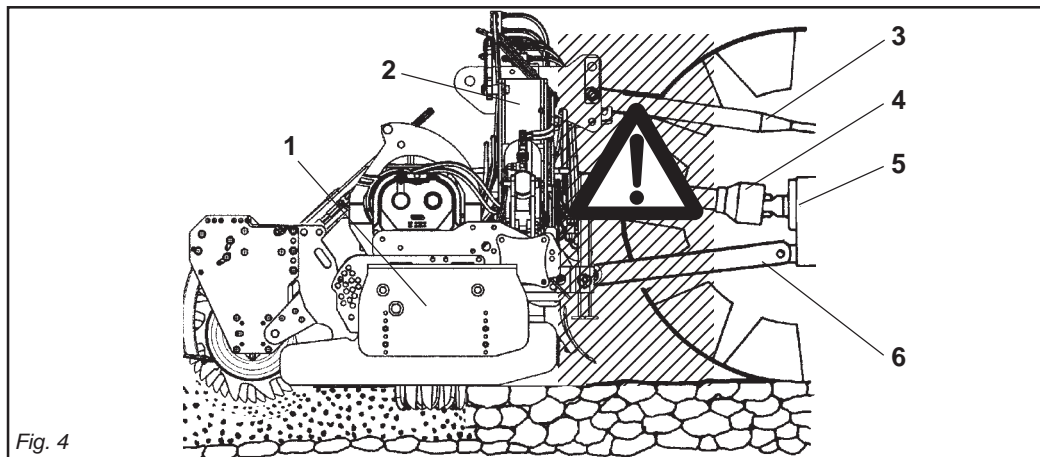

Fig. 4
- 25) *It is absolutely forbidden to stand between the tractor and the implement (Fig. 4) when the engine is running and the cardan shaft is engaged without having first engaged the hand brake and placed a block or stone under the wheels to prevent them from moving.*
- 25) *Il est absolument interdit de se mettre entre le tracteur et l'appareil (Fig. 4) quand le moteur est en marche et le cardan enclenché, sans avoir tiré le frein de stationnement et bloqué les roues avec une cale ou un caillou.*
- 25) *Es ist absolut verboten, bei laufendem Motor und eingeschalteter Gelenk-welle zwischen den Schlepper und das Gerät zu treten (Abb. 4). Dazu muß die Feststellbremse gezogen werden und unter die Räder ein Bremskeil oder ein großer Stein gelegt worden sein.*
- 25) Está terminantemente prohibido colocarse entre el tractor y el equipo (Fig. 4) con motor encendido y cardán inserido, o sin haber accionado el freno de estacionamiento y de colocar, debajo de las ruedas, una piedra u otro elemento de bloqueo.
- 29) È assolutamente vietato interporre fra il trattore e l'attacco della macchina per manovrare il comando dall'esterno per il sollevamento (Fig. 4).
- 29) It is absolutely forbidden to stand between the tractor and the implement when manoeuvring the lift control from the outside (Fig. 4).
- 29) Il est absolument interdit de se mettre entre le tracteur et l'attelage pour manoeuvrer la commande de relevage de l'extérieur (Fig. 4).
- 29) Es ist absolut verboten, zwischen den Schlepper und den Anschluß zu treten, um die Aushebung von außen zu betätigen (Abb. 4).
- 29) Está absolutamente prohibido colocarse entre el tractor y el enganche para maniobrar el mando desde el externo en la fase de elevación (Fig. 4).